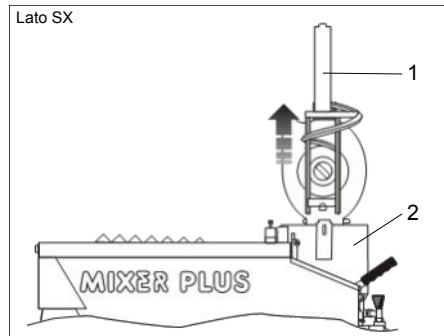

FIG.9 (Estrazione del miscelatore)
- 1) Estrarre il miscelatore (FIG.9-Rif.1) dalla camera di miscelazione (FIG.9-Rif.2);